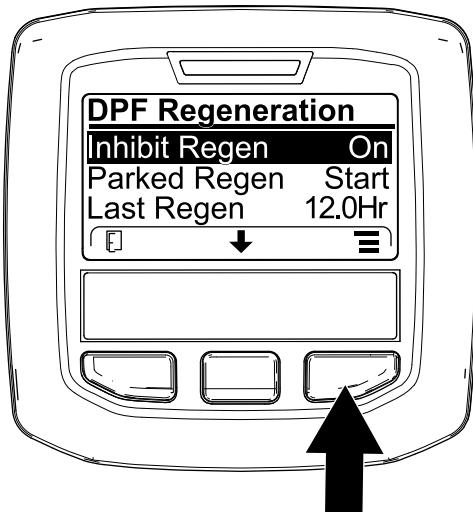
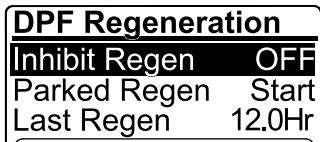

Figure 35
Figure 36
- Ouvrez le menu Régénération du FAP, appuyez sur le bouton central pour naviguer jusqu'à l'option INHIBIT REGEN et appuyez sur le bouton droit pour la sélectionner (Figure 35).
- Appuyez sur le bouton droit pour faire passer le paramètre Inhibit Regen de On à Off (Figure 35) ou inversement (Figure 36).